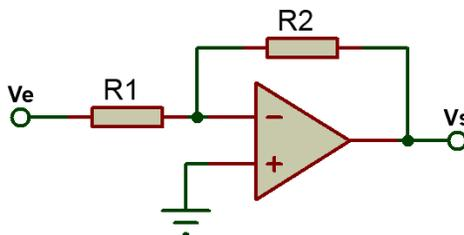

Figura 3.2. Diagrama de un amplificador inversor.
*Amplificador inversor*, se muestra en la figura 3.2 su ecuación característica es: